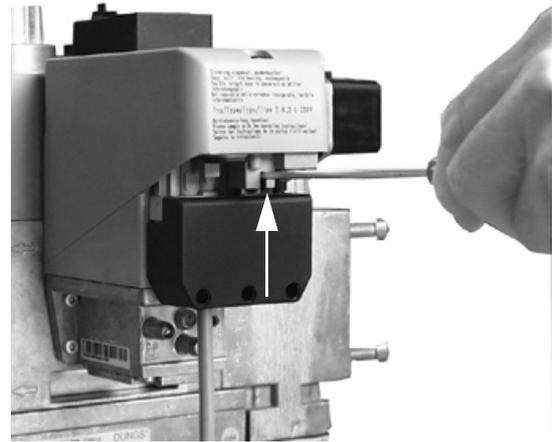

Fig. 58
- 1 Desenganche el conector del controlador de estanqueidad (si instalado) con un destornillador, tal como se muestra en la Fig. 58.